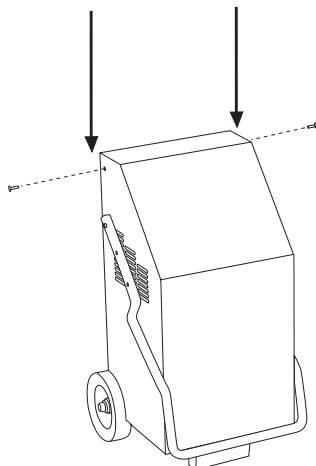

Figure 1. Retirer les vis
2. Dévisser les deux vis de chaque côté du chargeur comme indiqué sur la Figure 1. Ces vis se trouvent en haut vers l'arrière du chargeur.